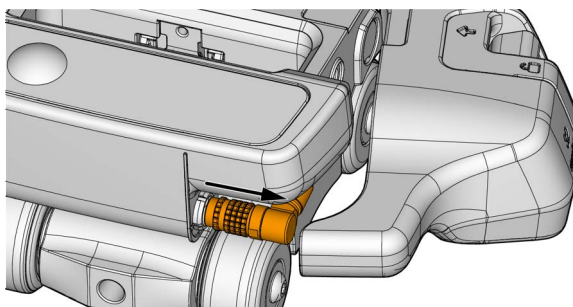

Figura 2-6 Desconecte o cabo do codificador
2. Mova gentilmente o conjunto do codificador para o lado e desconecte o codificador do módulo ScanDeck. Veja a Figura 2-6 na página 49.